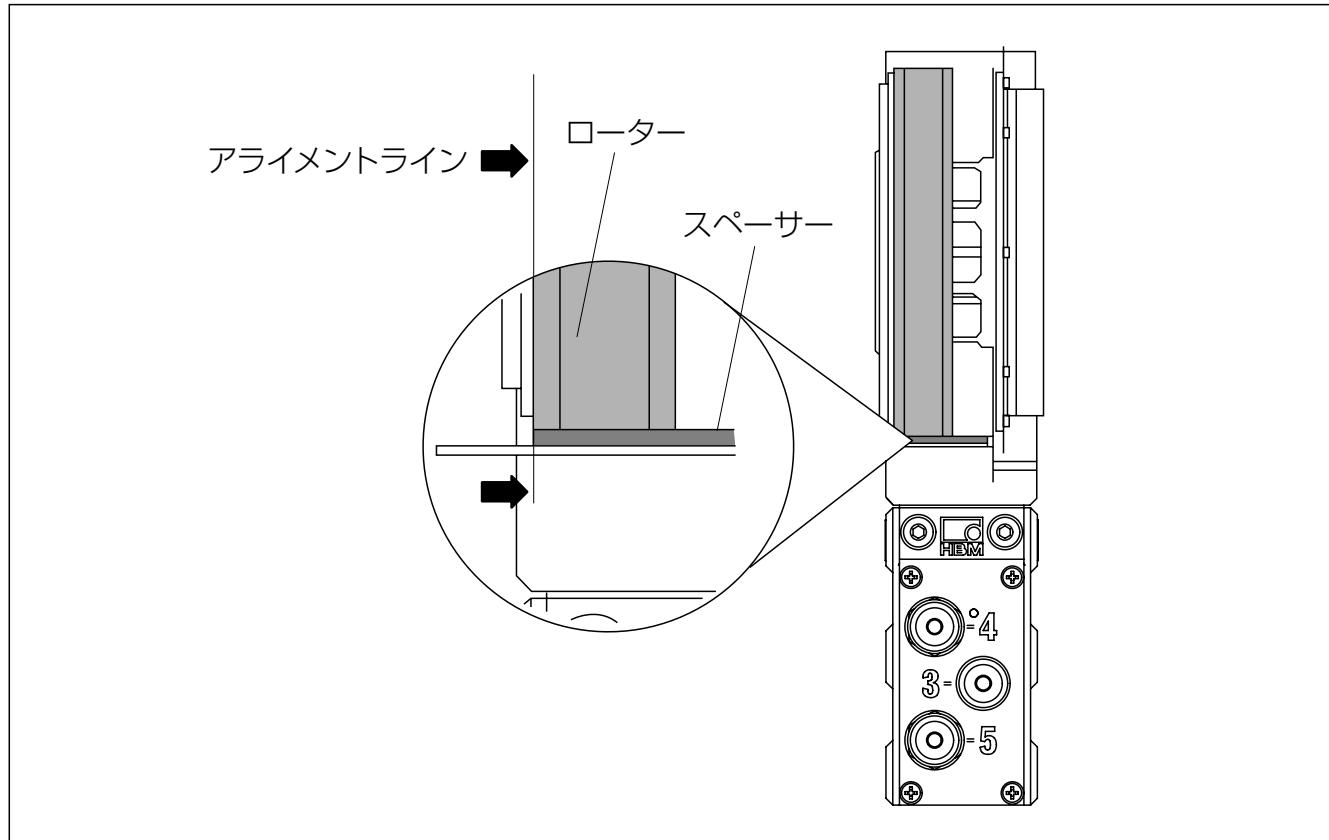

図6.16：ローターの軸方向の位置合わせ
5. ステーターとローターの軸方向の位置合わせをするために、スペーサーを使用下さい。ローターは、図6.16のように、赤いスペーサーの端と一直線になるようにして下さい。